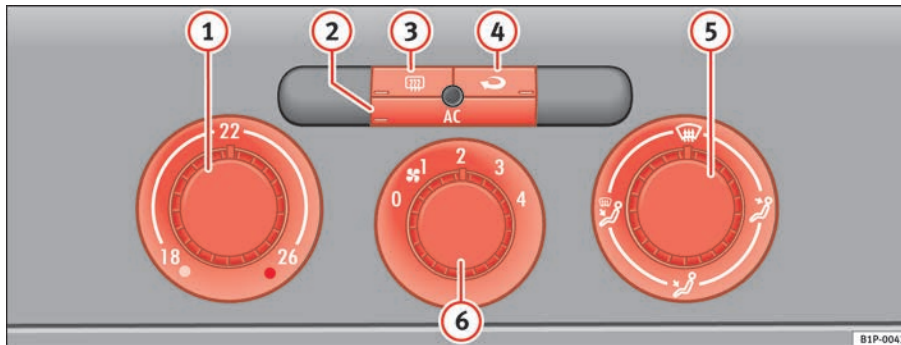

Abb. 109 In der Instrumententafel: Bedienelemente der Climatic
- Drehen Sie den Temperaturregler ⇒ Abb. 109 ① nach rechts bis zur gewünschten Heizleistung.